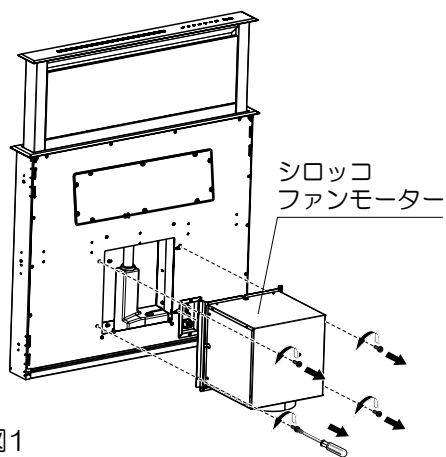

図1
1. 外箱を開け、本体を寝かしたままシロッコファンモーターを固定しているネジを外してシロッコファンを取り外してください。(図1)